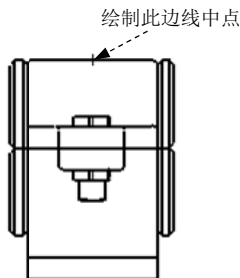

图 4.6.2 定义剖切点
Step3. 定义剖切点。在 **切割线** 区域单击  按钮并选中 ☒ **自动启动剖面实体** 复选框，在视图选取图 4.6.2 所示边线的中点作为剖切点，此时系统弹出图 4.6.3 所示的“剖面视图”对话框。